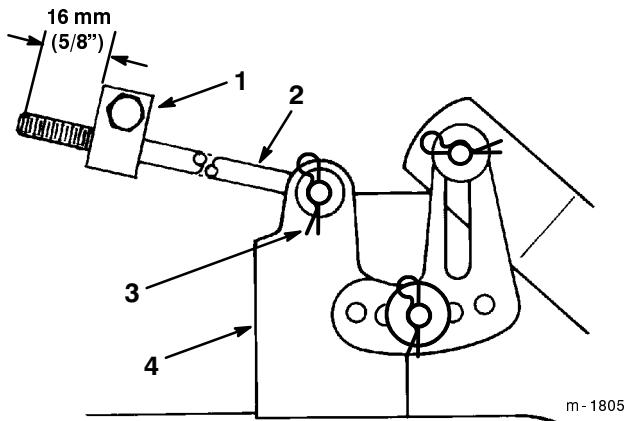

Figure 47
6. Mesurer la longueur de tige qui dépasse de l'avant du bloc de réglage sur les côtés du châssis (Fig. 47). Si cette longueur n'est pas de 16 mm (5/8"), retirer la goupille épingle et la rondelle de l'extrémité de la tige (Fig. 47), et visser ou dévisser la tringle jusqu'à obtenir la longueur de 16 mm (5/8") requise. Introduire alors l'extrémité de la tige dans le support du plateau, et la fixer à l'aide de la rondelle et de la goupille épingle. Répéter ces opérations de l'autre côté de la tondeuse.